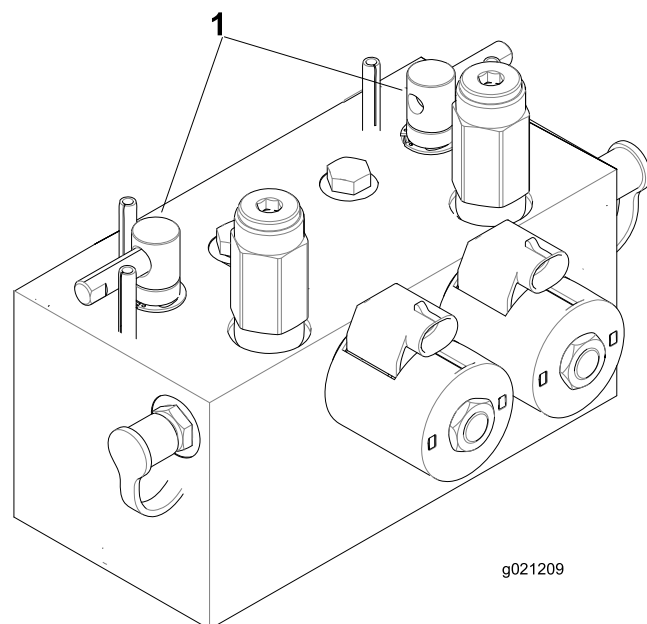

Figura 107
2. Sbloccate il sedile ed alzate per esporre le leve di lappatura (Figura 107).
5. Selezionate le leve di lappatura anteriore, posteriore o entrambe per stabilire gli elementi da lappare (Figura 107).